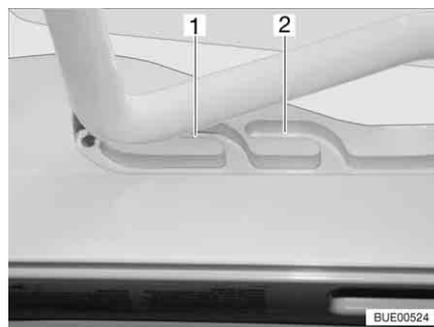
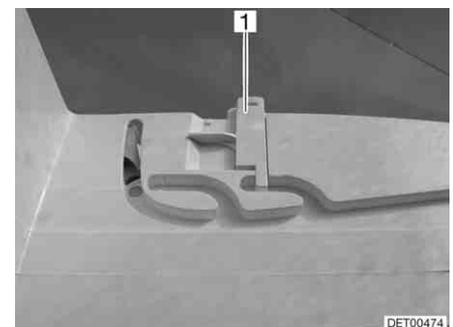

Bild 113 Heki-Dachhaube in Lüftungsstellung
Bild 114 Verriegelung Lüftungsstellung
- Lüftungsstellung** Die Heki-Dachhaube kann in zwei Lüftungsstellungen gebracht werden: Schlechtwetterstellung (Bild 113,1) und Mittelstellung (Bild 113,2). Je nach Modell kann die Dachhaube in der Mittelstellung mit den beiden Riegeln (Bild 114,1) links und rechts am Rahmen der Dachhaube verriegelt werden.
- Den Bügel leicht nach oben drücken und in die gewählte Führung (Bild 113,1 oder 2) schieben und ggf. verriegeln.